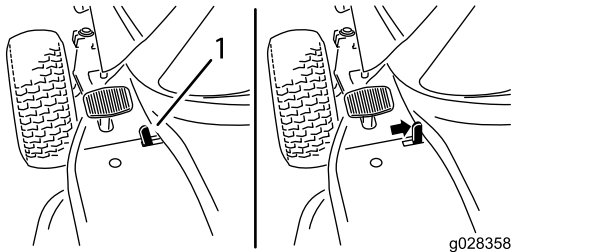

Bild 6
2. Stellen Sie den Feststellbremshebel nach rechts (**Bild 6**).
2. Stellen Sie den Feststellbremshebel nach links (**Bild 6**).